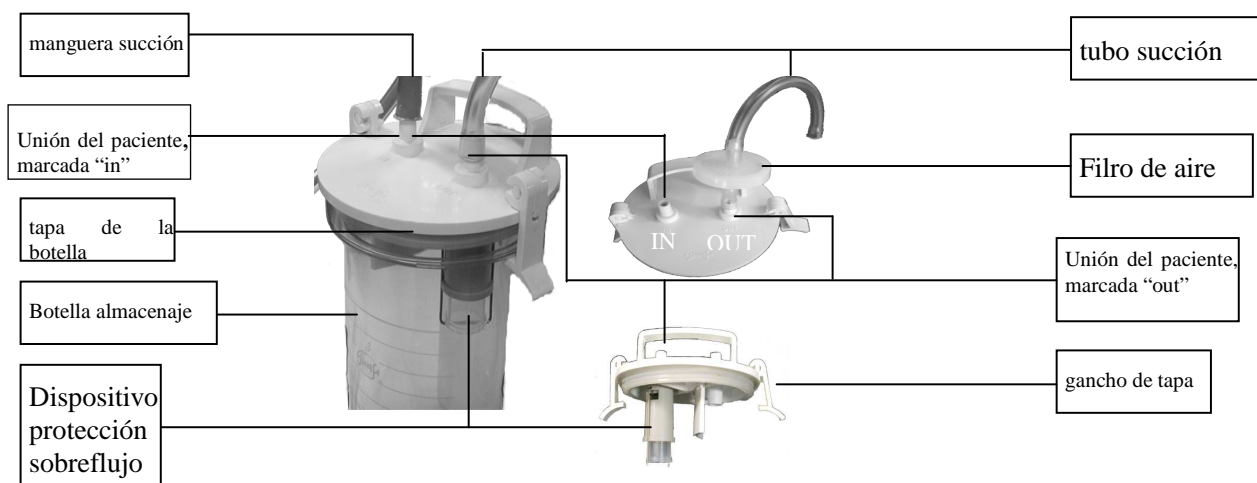

Fig.2 Construcción de la botella de almacenaje
1. **Construcción de la botella de almacenaje** (ver Fig.2)